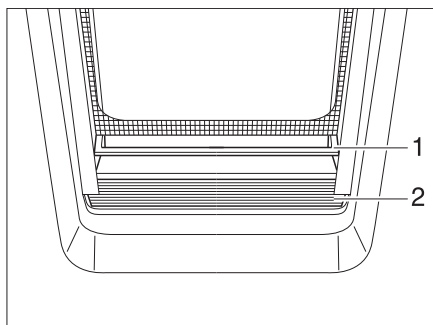

Fig. 28 Estor plegable
- Coger el estor plegable (Fig. 28,2) por el centro del listón tirador (Fig. 28,1), tirarlo de abajo hacia arriba y soltarlo en la altura deseada. El estor plegable se queda fijo en esta altura.